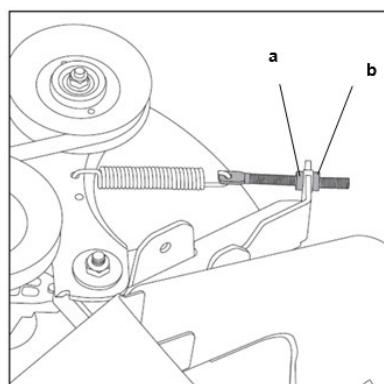

Fig.26
1. El cable de la plataforma de corte viene configurado de fábrica sin roscas expuestas detrás de la contratuerca (b). (Fig.26)